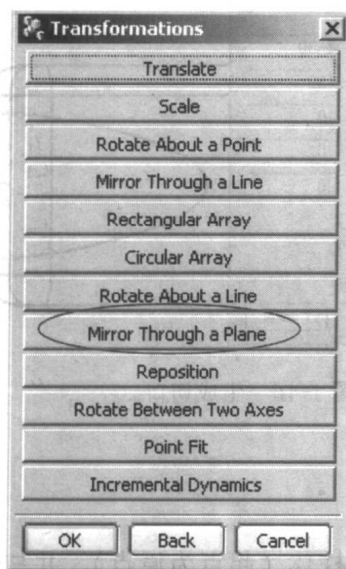

图 1-13 镜像圆弧
(3) 利用 **Edit→Transformations→Mirror Through a Plane→Principal Plane→YC-ZC Plane→copy** 生成镜像圆弧，如图 1-13 所示。